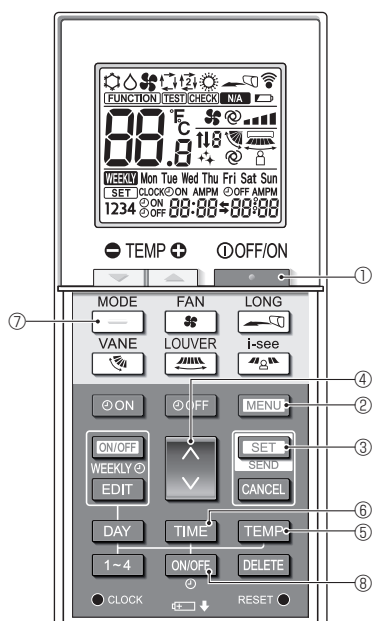

Fig. 7-9
1. Appuyez sur la touche **STOP** ① pour arrêter le climatiseur.
2. Appuyez sur la touche **MENU** ②. L'écran Réglage des fonctions s'affiche et le n° de la fonction ③ clignote. (Fig. 7-9)